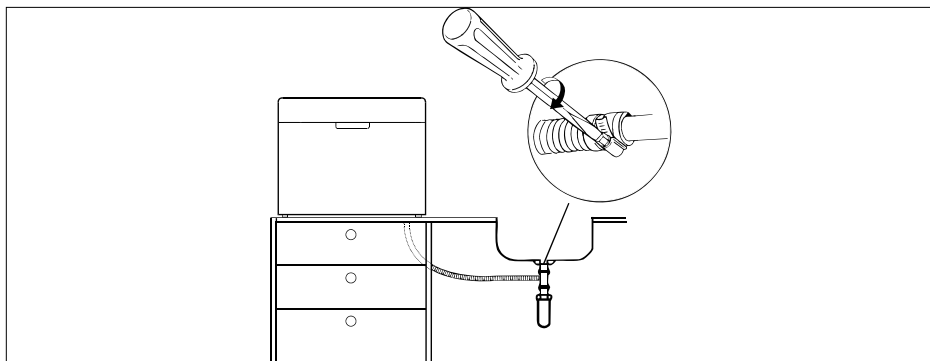

Fig. 7
- ▶ Fissare l'estremità del tubo flessibile in modo che non possa scivolare via (vedere la **fig. 7**).